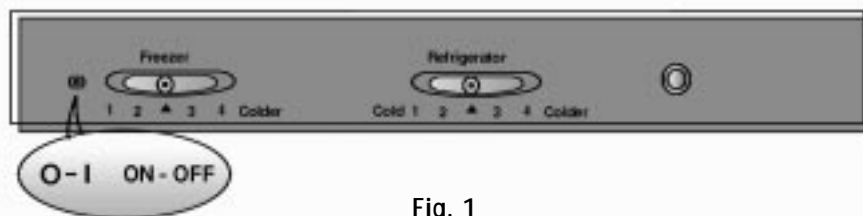

Fig. 1
1. Régulation de température (coulisseaux) (Fig. 1)